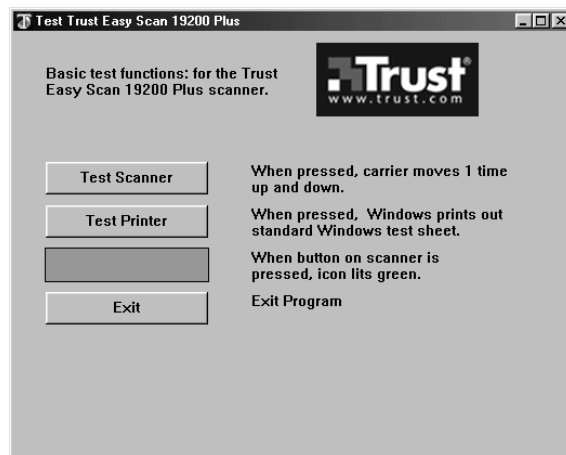

Figura 29: Programma di prova
1. Per avviare il programma diagnostico cliccare su "Avvio", selezionare "Programmi" quindi "Trust Easy Scan 19200 Plus" e "Test Program". Apparirà una schermata come quella della figura 29.